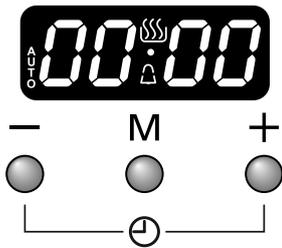

Fig.2.22
1. Appuyer sur le bouton mode [M] une fois (Fig.2.22). Le symbole de la cloche [🔔] clignotera sur l'écran. Sélectionner le compte à rebours souhaité entre 00.01 h et 23.59 h à l'aide du bouton [+] (Fig.2.23). Le compte à rebours débutera automatiquement et le symbole [🔔] s'affichera à l'écran.